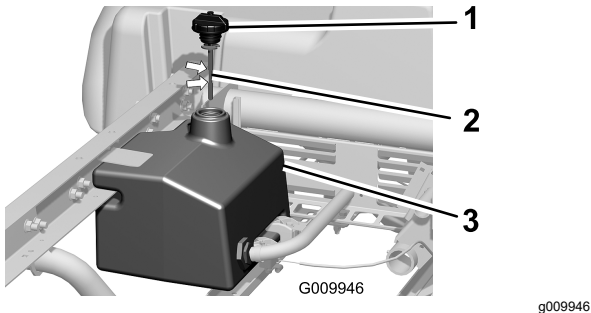

Figure 21
1. Nettoyez la surface autour du goulot et du bouchon de remplissage du réservoir hydraulique (Figure 21).